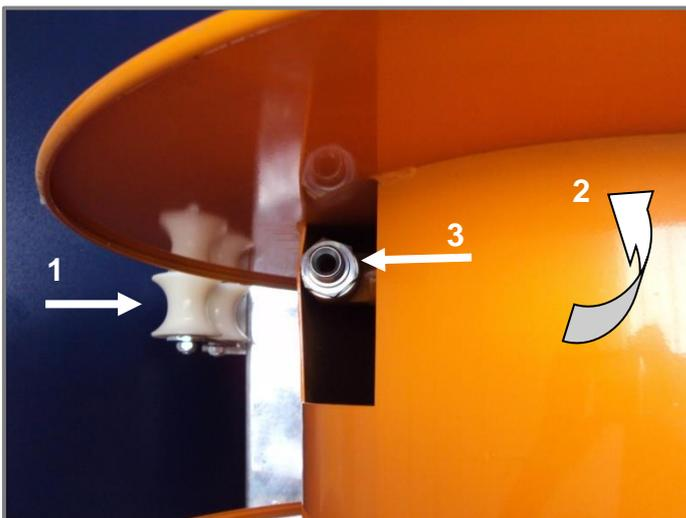

Abbildung 7.2; Reihenfolge, in der der Schlauch an der Rolle montiert werden sollte
- Drehen Sie die Rolle von Hand, bis die Schlauchführung so weit wie möglich an der Seite der Rolle, an der die Verbindungsstelle liegt, positioniert ist. Der Anschlusspunkt muss sich an der höchsten Stelle befinden (siehe Abbildung 7.2)
- Führen Sie den Schlauch durch die Schlauchführung (1)
- Führen Sie den Schlauch unter der Rolle hindurch (2)
- Verbinden Sie den Schlauch mit der Rollenverbindung (3)